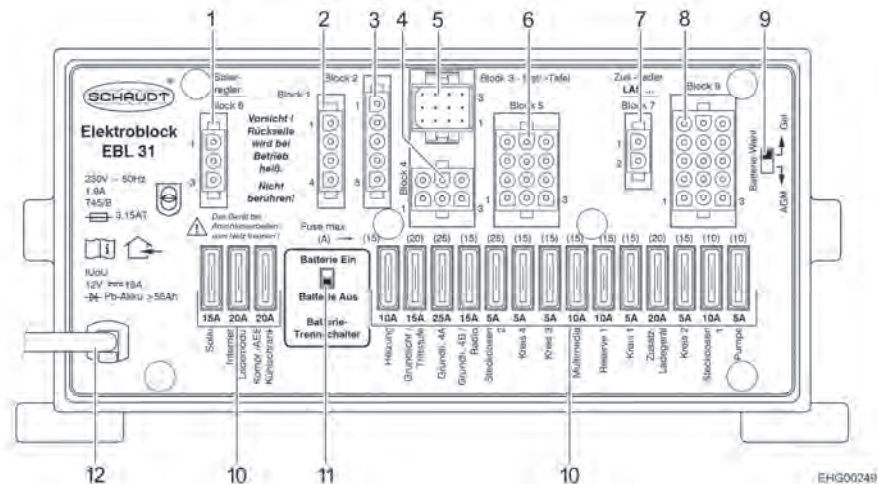

Fig. 76 Bloque eléctrico (EBL 31)
- ▷ Los consumidores como el cargador, el regulador de carga solar, el panel o similares, toman corriente de la batería, incluso al estar desconectado el interruptor principal de 12 V en el panel (Fig. 77,6). Por ello, situar el separador de batería (Fig. 76,11) en el bloque eléctrico en "Batterie Aus" (batería Off), cuando el vehículo no se utilice durante un tiempo prolongado.